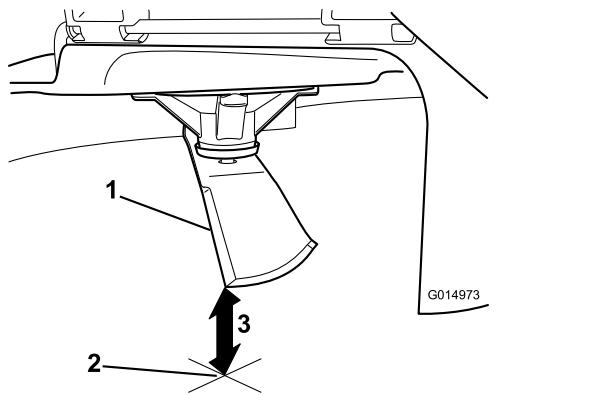

Figura 94
3. Mida desde la punta de la cuchilla hasta la superficie plana (Figura 94).